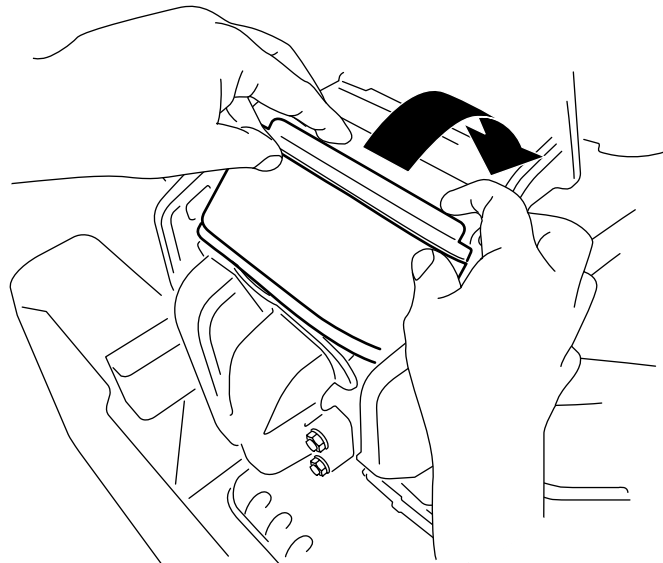

Figura 38
3. Ruotate il filtro nella camera e innestatelo completamente contro il collettore (Figura 38).